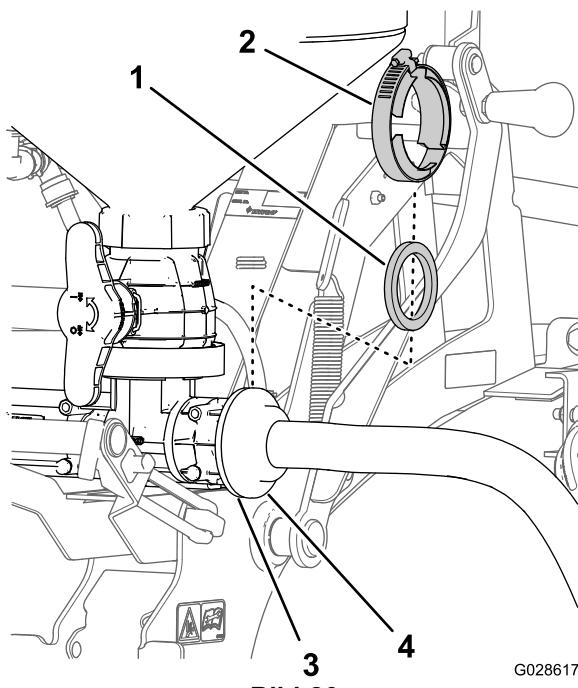

Bild 26
1. Fluchten Sie das Flanschanschlussstück des Zulaufschlauchs mit dem Flansch des Ejektors aus (Bild 26).
2. Befestigen Sie den Zulaufschlauch mit einer Dichtung und Flanschklemme am Ejektor (Bild 26).